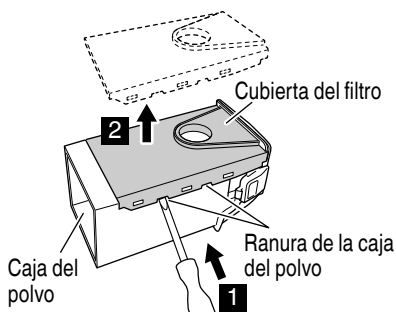

Fig. 16
6. **Reemplazo del filtro (Fig. 16, 17, 18)**
- (1) Introduzca un destornillador de punta plana en la ranura del lado de la cubierta del filtro y extraiga la tapa del filtro. (Fig. 16)